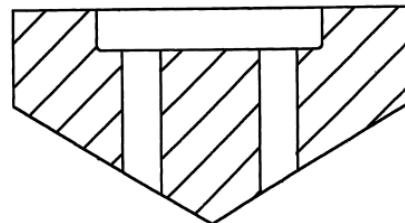

Рис. 3
**Пуговица** описана в патенте Японии 2000106913 (2000 г.). Ее отличие от обычной (рис.3) в том, что нижний край пуговицы, прилегающий к одежде, выполнен в виде конуса. Благодаря этому пуговица расстегивается, если просто потянуть за полу одежды. При этом она наклоняется и проскальзывает через отверстие.